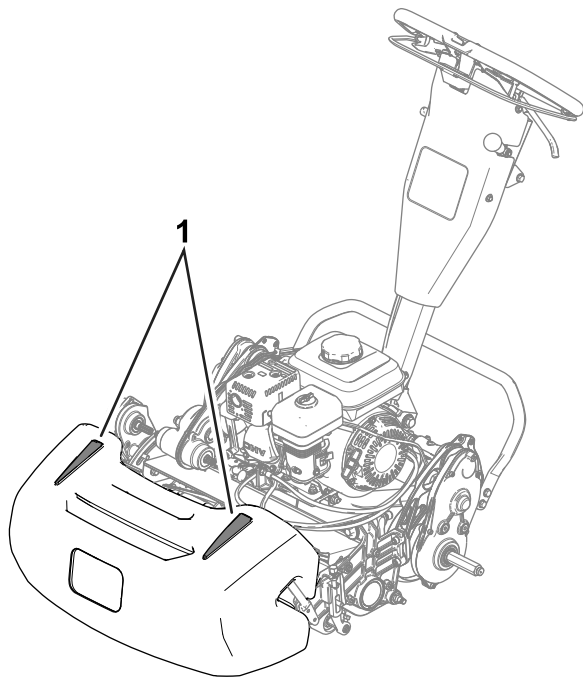

Figura 24
- Per realizzare una linea retta attraverso il green e mantenere la macchina equidistante dal bordo del taglio precedente, usate le strisce di allineamento previste sul cesto (Figura 24).